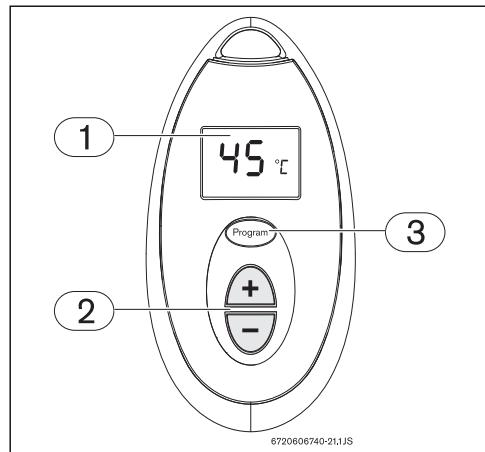

Fig. 21 Guardar en memoria la temperatura del agua
- Presione las teclas o del mando a distancia (Fig. 21, [pos. 2]) hasta que figure la temperatura deseada en la pantalla del mando a distancia (Fig. 12, [pos. 1]).
- Usted podrá guardar en la memoria esta temperatura presionando la tecla Programar del mando a distancia. (Fig. 21, [pos. 3]) durante 3 segundos.